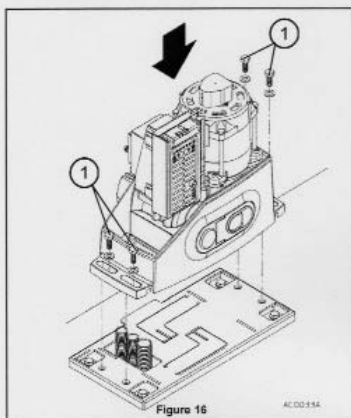

Figure 16
- Poser le moto-réducteur sur la plaque d'ancrage (fig. 16) et visser manuellement à 3/4 de tour les 4 vis M10 et leurs rondelles.